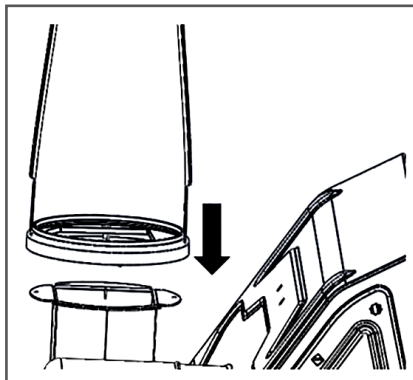

Рис. 4 Направление установки желоба
- а. Установите желоб 1 выброса снега на корпус основания желоба (Рис. 4).